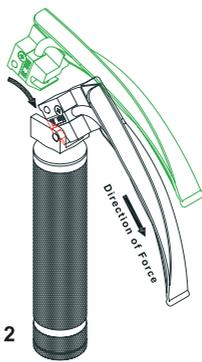

Fig 2
1. Encaixe a lâmina, alinhando a abertura da lâmina no pino de engate do cabo e aplique força suficiente 10N-45N para realizar o encaixe, como mostrado na Fig 2.
O cabo e as lâminas do laringoscópio devem sempre ser testadas antes da limpeza/desinfecção/esterilização e antes do uso. Para testar, conecte a lâmina do laringoscópio ao cabo e puxe-o para a posição ON (ligado), como na Fig 2, se a unidade falhar a acender ou piscar, verifique a lâmpada/baterias e os contatos elétricos. Certifique-se que os acessórios fornecidos de lâmpadas de reposição, baterias e peças de substituição estejam prontamente disponíveis, se o problema ainda persistir, por favor, entre em contato com o fornecedor.